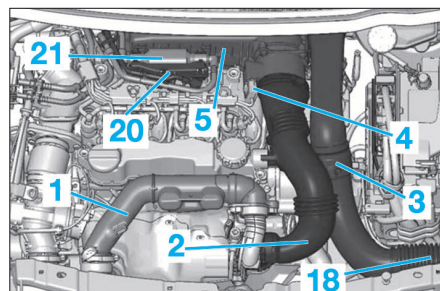

FIG. 36
- le résonateur (1) (Fig.36).
- le collecteur (18).
- le raccord d'entrée d'air du turbo (2).
- le raccord d'entrée d'air (3).